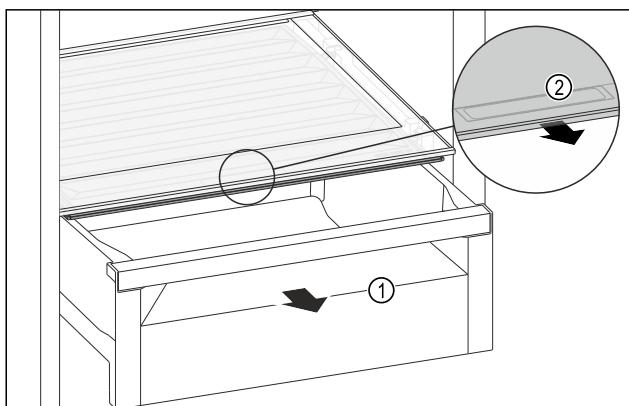

Fig. 123
- Retirer le tiroir Fig. 123 (1).
- Saisir la poignée encastrée Fig. 123 (2) du couvercle du compartiment et tirer le couvercle du compartiment par l'avant.